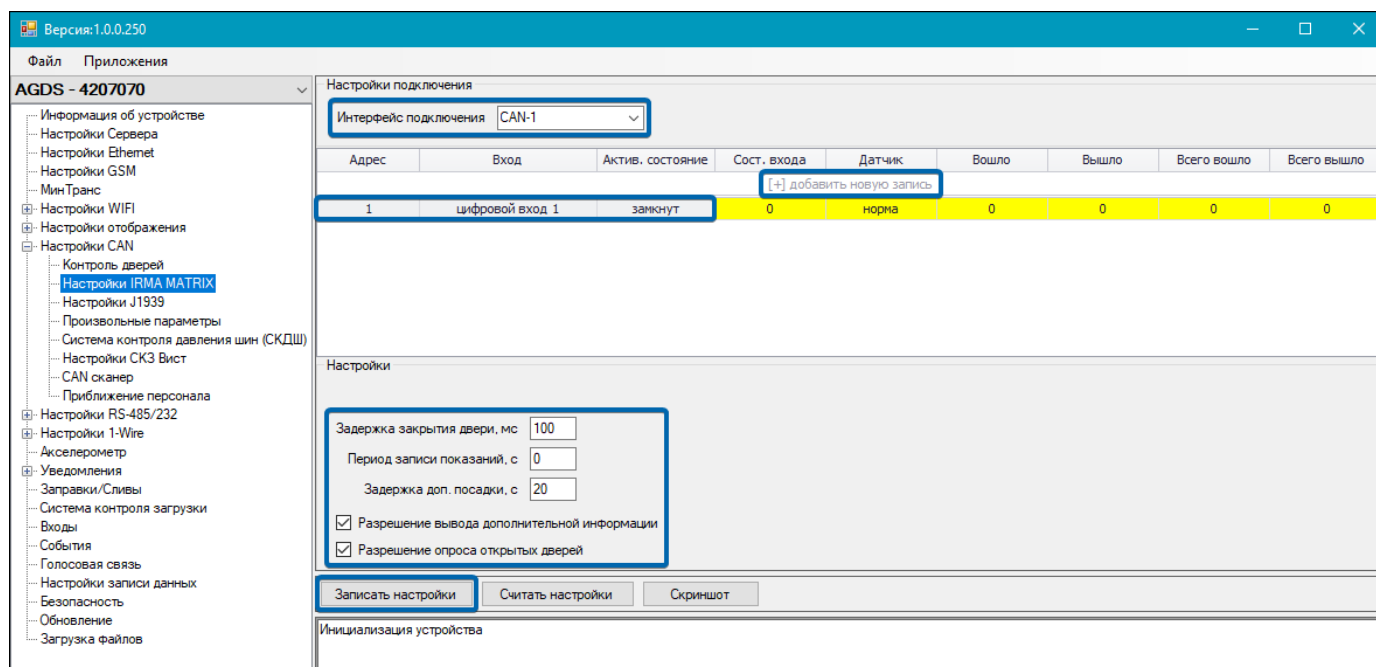

Рис.82. Рабочая область пункта «Настройки IRMA MATRIX»
5. Выберите пункты Настройки CAN | Настройки IRMA MATRIX (**Рис.82**).